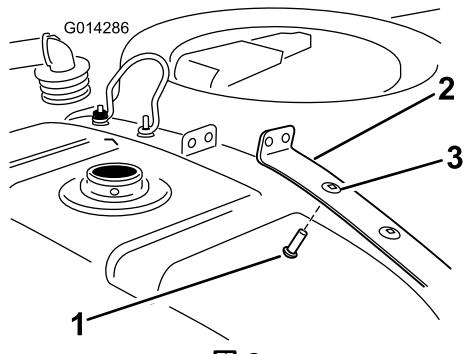

図 8
1. 右後部タンク固定ベルトの内側の穴にキャリッジボルトを取り付ける図8。